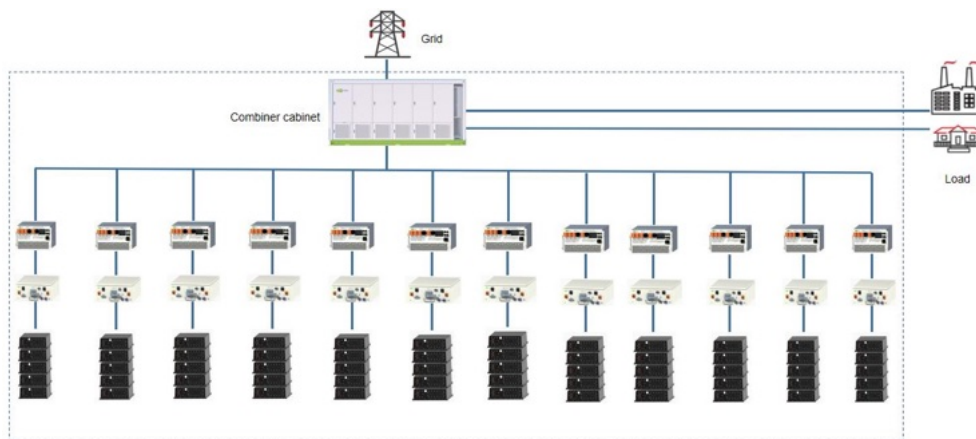

Abbildung 3-1: Elektrisches Prinzipschaltbild
- Bei Einzelaufstellung sind rechts mindestens 2500 mm und links mindestens 1500 mm Platz für Bedienung und Belüftung vorzusehen, wie in Abbildung 3-1 dargestellt. Bei mehrreihiger und mehrspaltiger Aufstellung sind aussen links und rechts jeweils mindestens 2500 mm freizuhalten. Der Spaltenabstand muss 600 mm, der Reihenabstand mindestens 2000 mm betragen.